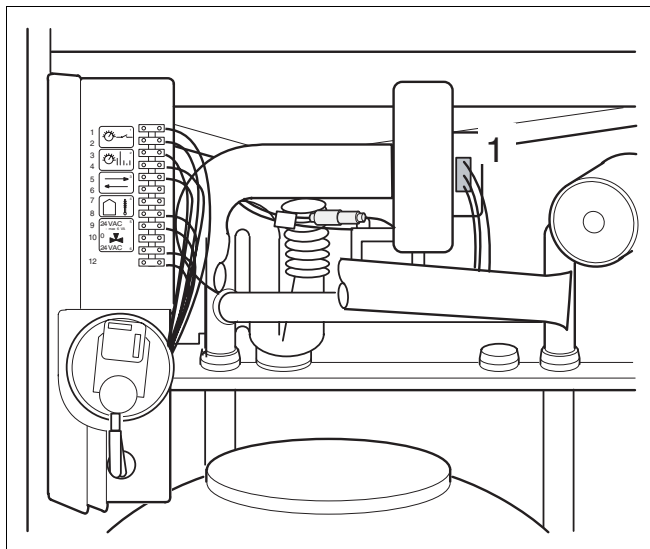

Abb. 18 Stecker am 24 V-Gebläse prüfen
- Stecker am Gebläse auf festen Sitz prüfen (Abb. 18, Pos. 1).